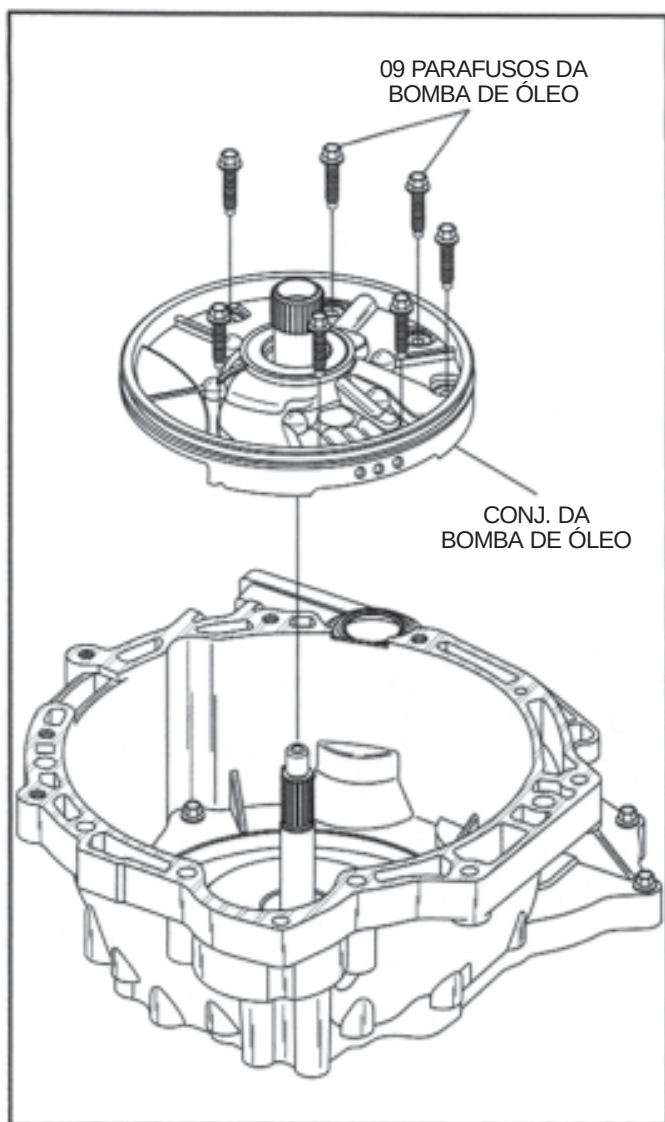

Figura 187
68. Instale o conjunto já montado da bomba de óleo, conforme ilustrado na Figura 187.